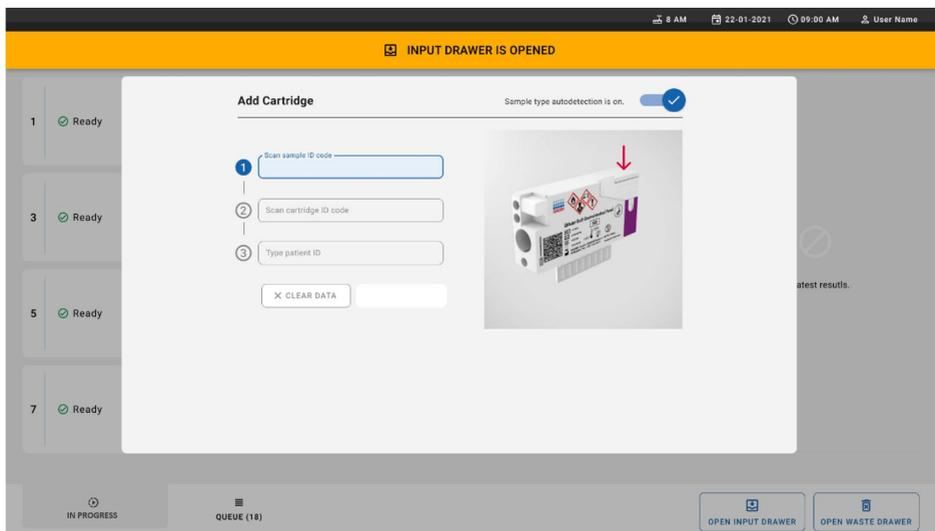

Figura 26. Schermata Add cartridge (Aggiunta cartuccia).
11. Collocare gli cartuccia nel cassetto di inserimento. Assicurarsi che la cartuccia sia completamente inserita nel vassoio (Figura 26).